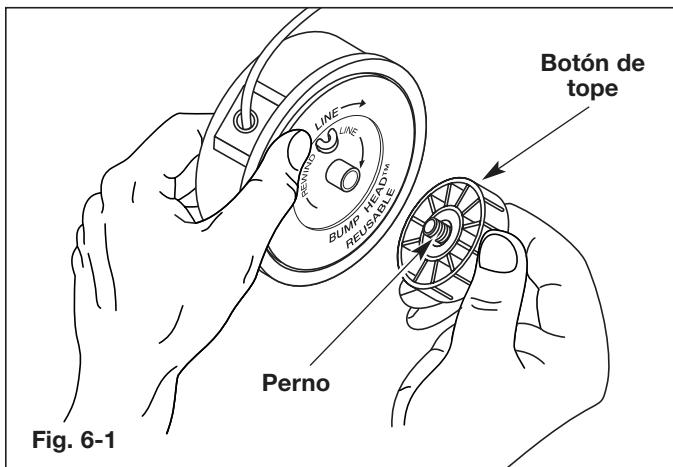

Fig. 6-1
1. Sostenga la bobina exterior con una mano y desenrosque el botón de tope en **sentido antihorario** (Fig. 6-1). Inspeccione el perno de adentro el botón de tope para verificar que se mueva con libertad. Cambie el botón de tope si está dañado.
1. Sostenga la bobina exterior con una mano y desenrosque el botón de tope en sentido antihorario (Fig. 6-1). Inspeccione el perno dentro del Bump Knob para verificar que se mueva con libertad. Cambie el botón de tope si está dañado.